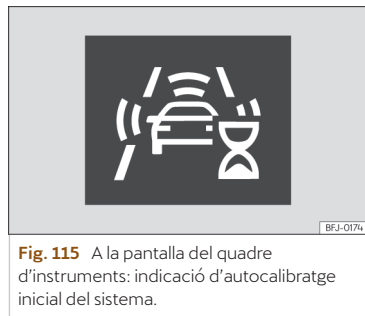

Fig. 115 A la pantalla del quadre d'instruments: indicació d'autocalibratge inicial del sistema.
- Durant els primers instants de conducció després de connectar l'encesa, a causa de l'autocalibratge inicial del sistema. Durant aquest període es mostra una icona d'estat >>> **fig. 115.**